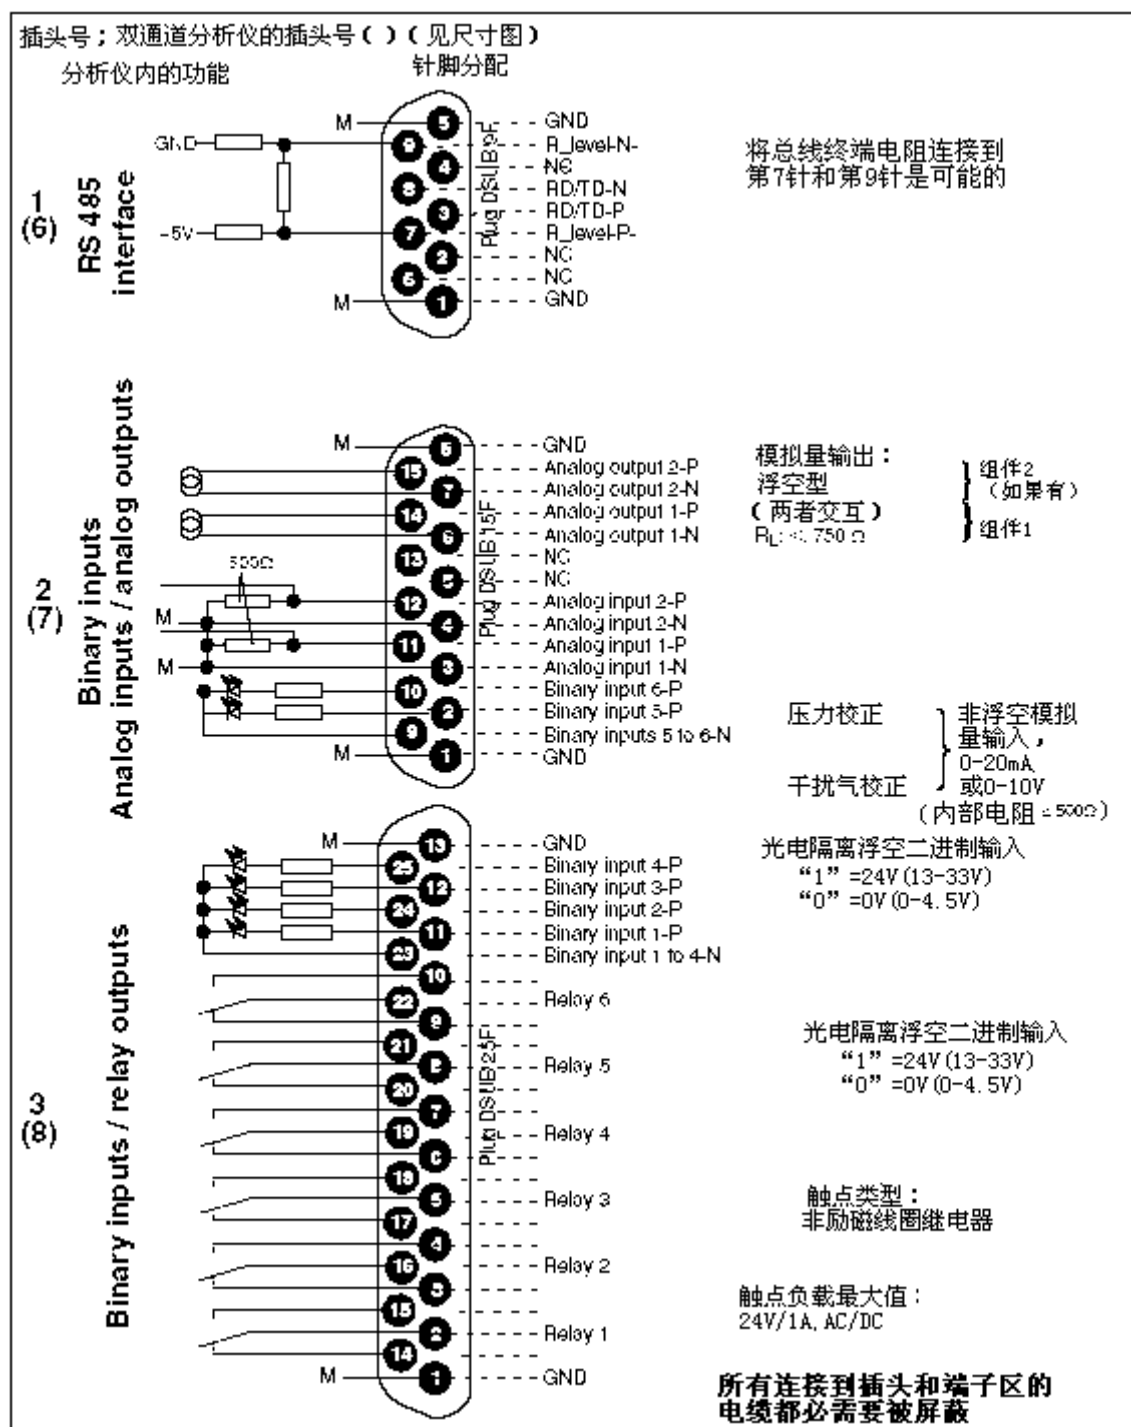

图 2-12 ULTRAMAT/OXYMAT 6E 的针脚分配
- 必须要将继电器输出、二进制输入、模拟量输入和输出的电缆屏蔽。它们必须要根据针脚分配图（图 2-12 和 2-13）的要求和相对应的梯形插头（D-SUB 插头）连接。导线的横截面面积应该 $\geq 0.5 \text{ mm}^2$ 。推荐使用 JE-LiYCY ... BD 型电缆。根据负载的大小来决定模拟量输出的电缆长度。